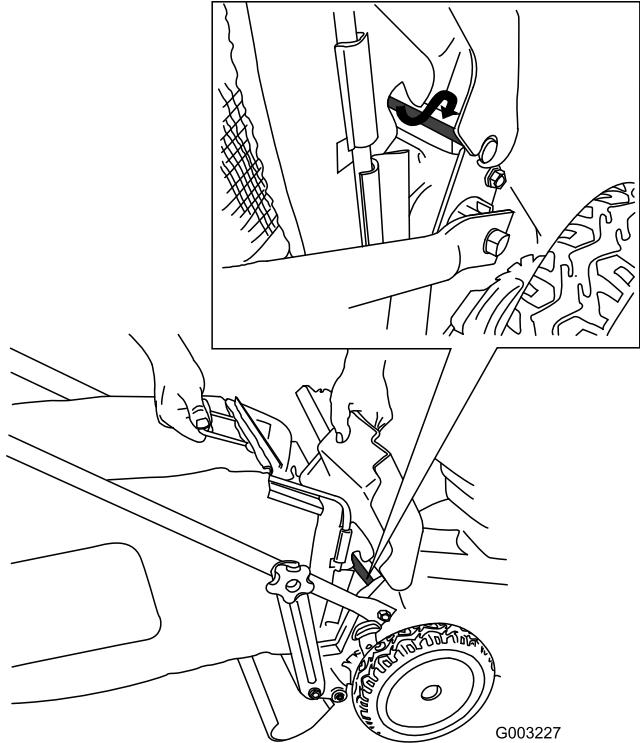

Bild 26
4. Setzen Sie den Korb auf die Klappenstange (Bild 26).